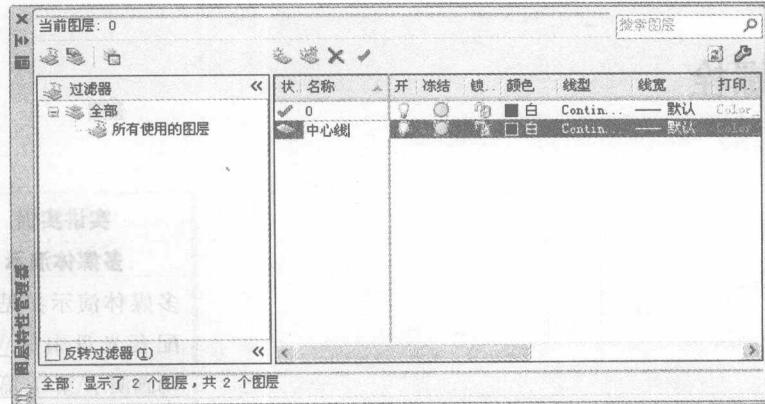

图 2-3 更改图层名
(2) 单击“新建”按钮创建一个新层，把该层的名字由默认的“图层 1”改为“中心线”，如图 2-3 所示。